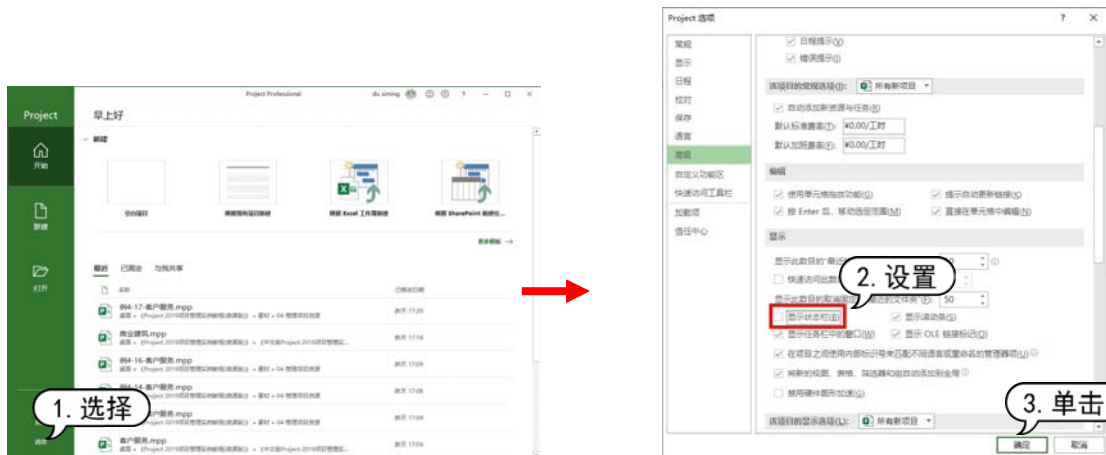

图 1-42 在【Project 选项】对话框中设置隐藏状态栏
(1) 启动 Project 2019，选择【文件】|【选项】命令，如图 1-42 左图所示。
(2) 打开【Project 选项】对话框。选择【高级】选项卡，取消选中【显示】选项组中的【显示状态栏】复选框，如图 1-42 右图所示，单击【确定】按钮。